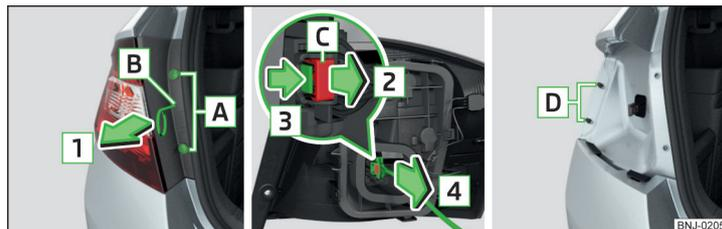
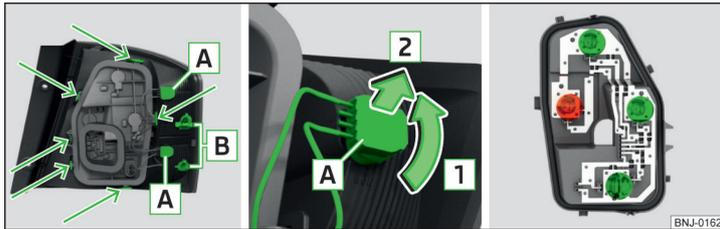

Fig. 216 Desmontar la lámpara / Quitar el conector
Fig. 217 Parte exterior de las luces/ extraer la bombilla/ soporte de luces
- Tomar con la mano la luz y tire en el sentido de la flecha [1] » fig. 216 con cuidado desde los pernos [D].
- Asegurar el bloqueo en el sentido contrario al de la flecha [2] » fig. 216.
- Colocar las luces con las aperturas [B] » fig. 217 de la pág. 200 en los pernos [D] » fig. 216 en la carrocería.
- Girar el portalámparas con la bombilla [A] en el sentido de la flecha [1] » fig. 217.
- Desbloquear el soporte de la lámpara en las áreas señaladas con las flechas » fig. 217.